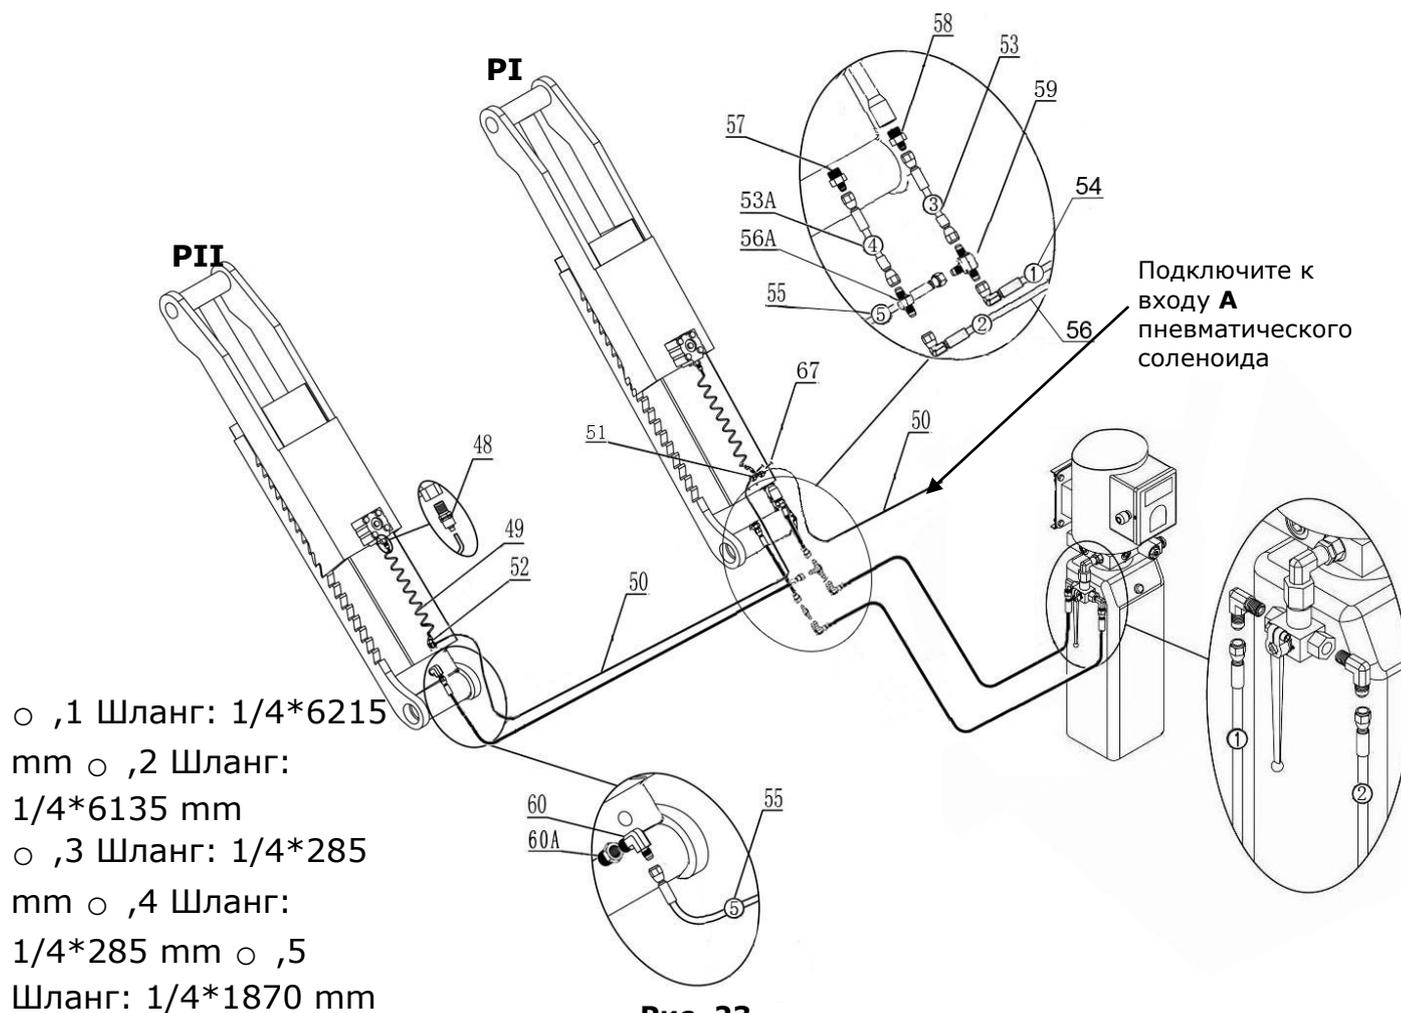

Рис. 23
2. Подключите гидравлические и пневматические шланги (См. рис. 23).